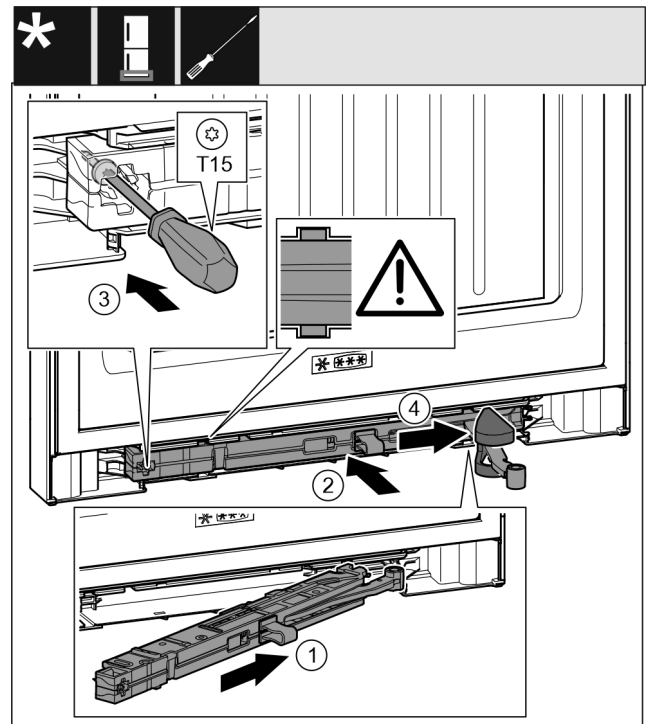

Fig. 37
- ▶ Ωθήστε τη μονάδα σούστας στην πλευρά του στηρίγματος μέχρι να τερματίσει λοξά στην εγκοπή. Fig. 37 (1)
- ▶ Ωθήστε τη μονάδα σούστας πλήρως στην εγκοπή. Fig. 37 (2)
- ▶ Σφίξτε τη βίδα με κατσαβίδι T15. Fig. 37 (3)
- ▶ Ωθήστε το κάλυμμα πάνω από την άρθρωση. Fig. 37 (4)